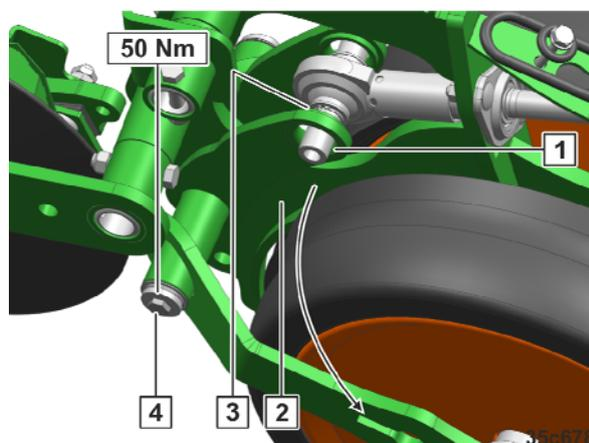

Fig. 319
2. Schraube (Fig. 319/4) lösen und entfernen.
3. Tragrollenarm (Fig. 319/2) mit der Tragrolle demontieren.
4. Schweißpunkt (Fig. 319/3) rückseitig entfernen.
5. Verschlossene Buchse (Fig. 319/1) demontieren.
7. Schweißpunkt (Fig. 319/3) rückseitig setzen.